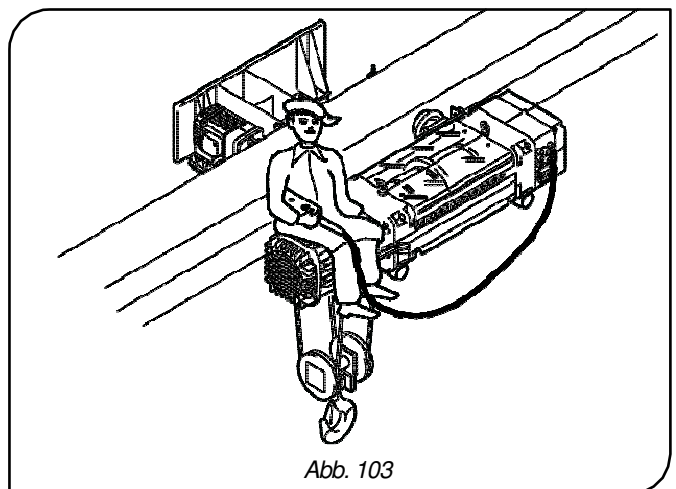

Abb. 103
- Es ist verboten, E-Zug bzw. Katze zu betätigen, wenn man sich selbst darauf befindet (Abb. 103).